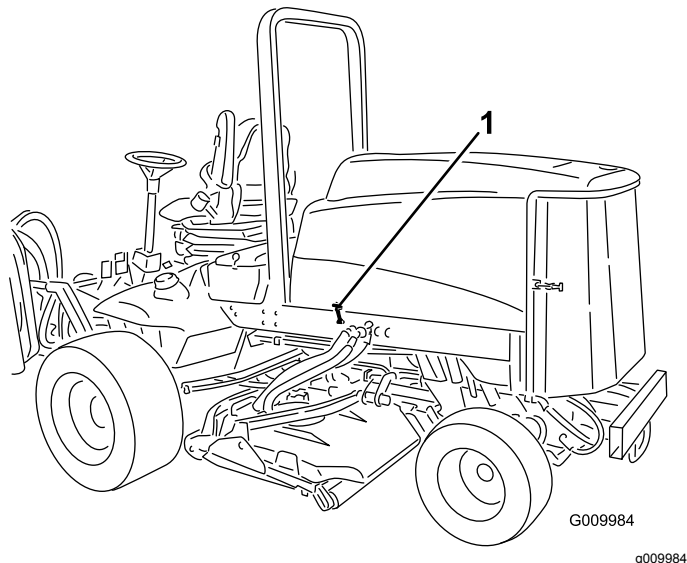

Figure 18
1. Déverrouillez le capot (Figure 18) et faites-le pivoter pour l'ouvrir.